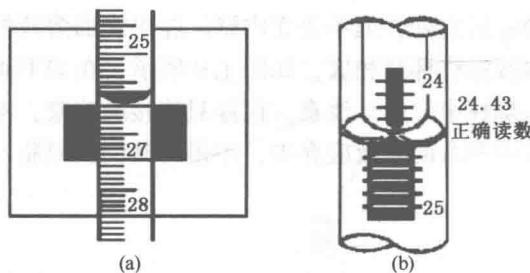

图1.6 滴定管读数
① 读数时应将滴定管垂直，注入溶液或放出溶液后，需等待1~2min才能读数。
② 由于附着力和内聚力的作用，滴定管的液面呈弯月形。对于无色溶液或浅色溶液，应读弯月面下缘实线的最低点。为此，读数时视线应与弯月面下缘实线的最低点相切，即视线与弯月面下缘实线最低点在同一水平上。为了便于观察和读数，可在滴定管后衬一张“读数卡”，此卡可用黑纸或涂有黑色颜料的长方形(约3cm×1.5cm)的纸板制成。读数时，把读数卡放在滴定管的背后，使黑色部分在弯月面下约1cm处，此时可看到弯月面的反射层全部成为黑色，然后读此黑色弯月面下缘的最低点，如图1.6(a)；对于有色溶液，如KMnO₄、I₂溶液等，读数时视线应与液面两侧的最高点相切。若滴定管的背后有一条蓝线或带，无色溶液就形成了两个弯月面，并且相交于蓝线的中线上，读数时读此交点的刻度，如图1.6(b)。